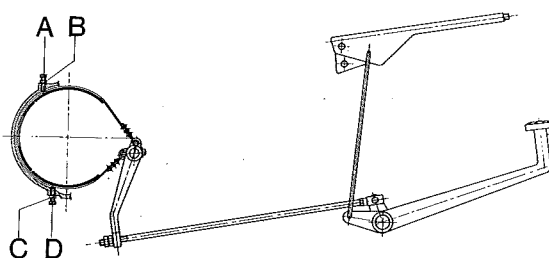

Fig. 173 - Ensemble des commandes mécaniques des freins à ruban.
- Cette course (a) doit être égale à la valeur indiquée dans le tableau; dans le cas contraire, agir sur le tirant prévu à cet effet (b) (Fig. 173 et 174) jusqu'à obtenir la cote indiquée.